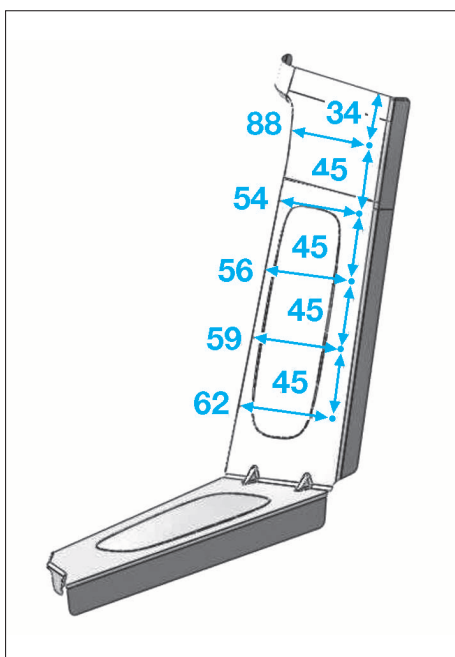

FIG. 114
- Percer les trous à un Ø de 6,5 mm (Fig.114).